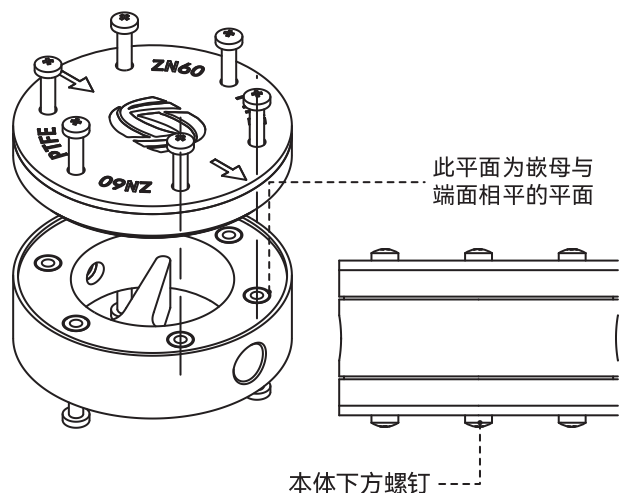

图4 ZN60脉冲阻尼器螺钉安装过程示意图
- 安装单侧缓冲膜组件时，首先确定本体与嵌母相平的面（如上图4左所示），先旋入此方向的螺钉，注意此时不要拧紧，本体下方螺钉旋入后随即拧紧螺钉，如上图4右所示（即紧固时应先紧固嵌母平齐对面的螺钉），防止螺母在本体内出现滑移；